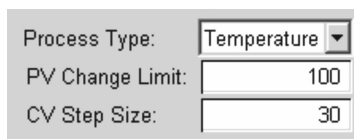

图 16-28 自整定配置
3. 按照下图所示配置自整定，然后单击“应用”（Apply）接受所做更改，如图 16-28 所示。